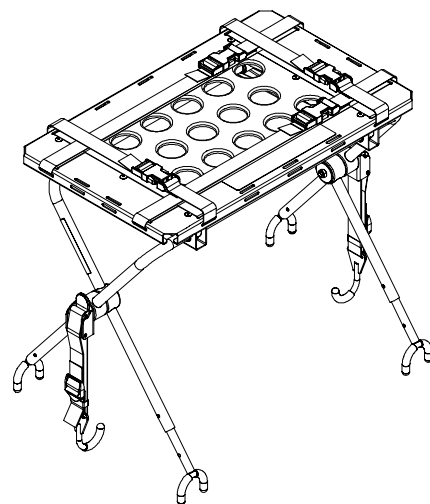

Figure 25 – Ouvrir les pieds du plateau porte-défibrillateur
2. Ouvrir et déployer les pieds du plateau porte-défibrillateur (Figure 25).